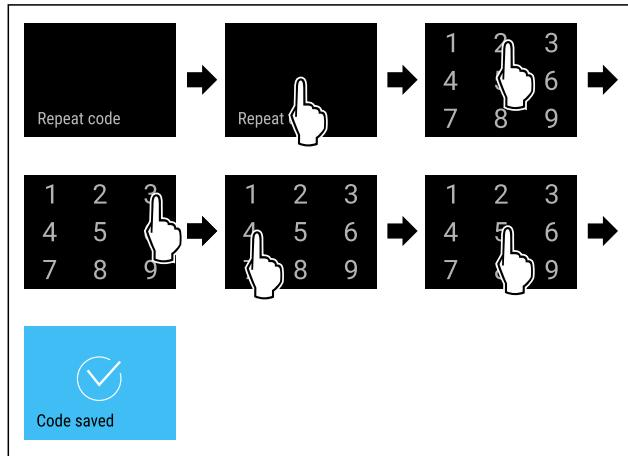

Fig. 99
- Seguir los pasos de procedimiento (consulte Fig. 99) .